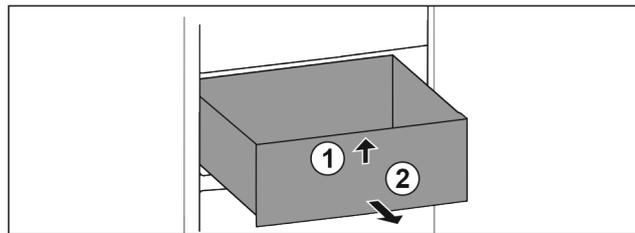

Fig. 21
- ▶ Повдигнете чекмеджето отпред. Fig. 21 (1)
- ▶ Извадете чекмеджето напред. Fig. 21 (2)